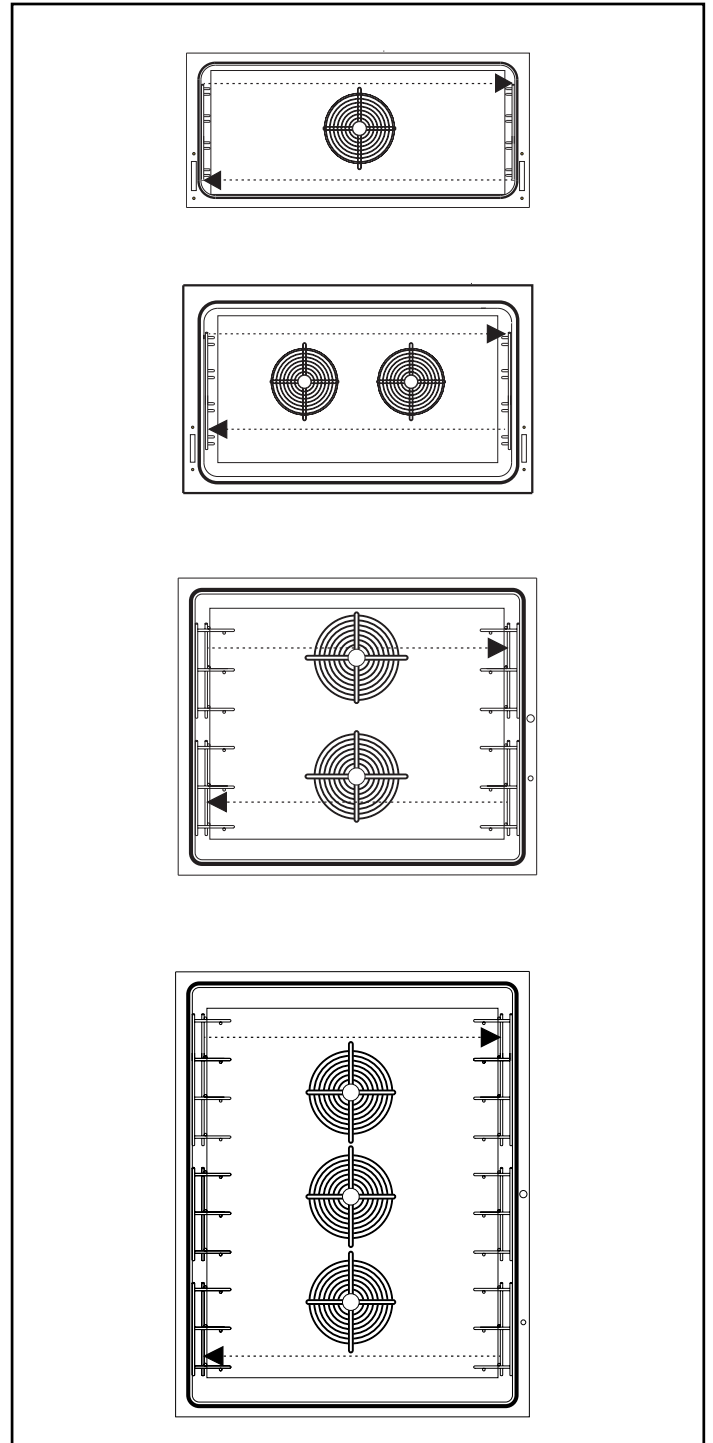

Fig. 4
- Semplicemente invertendo lo scorrigriglia di destra con quello di sinistra si può ottenere la versione gastronomia o pasticceria. È necessario svitare le viti che fissano lo scorrigriglia ed eseguire l'inversione di posizione (Fig. 4).